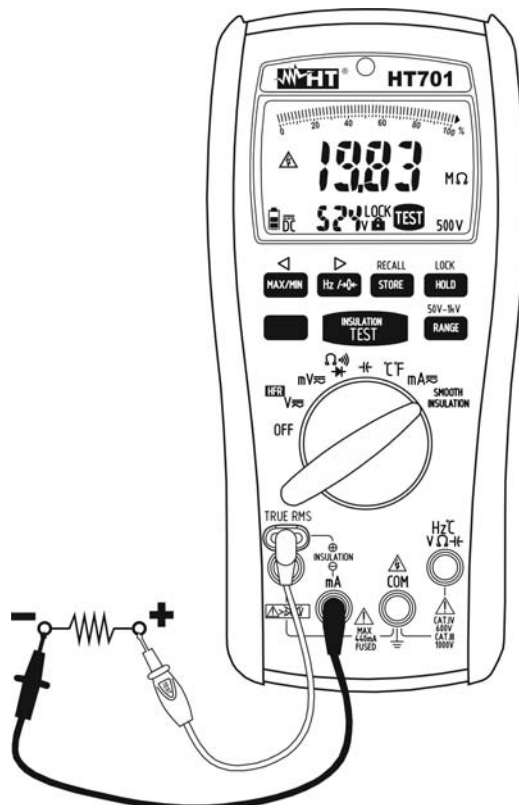

Fig. 10: Uso dello strumento per misura di Isolamento
5. Inserire la sonda remota rossa nel terminale di ingresso "⊕" ed il cavo nero nel terminale di ingresso "⊖" (vedere Fig. 10)
6. Posizionare i puntali ai capi del circuito in prova rispettando le polarità positive e negative (vedere Fig. 10). Usare eventualmente i terminali a coccodrillo